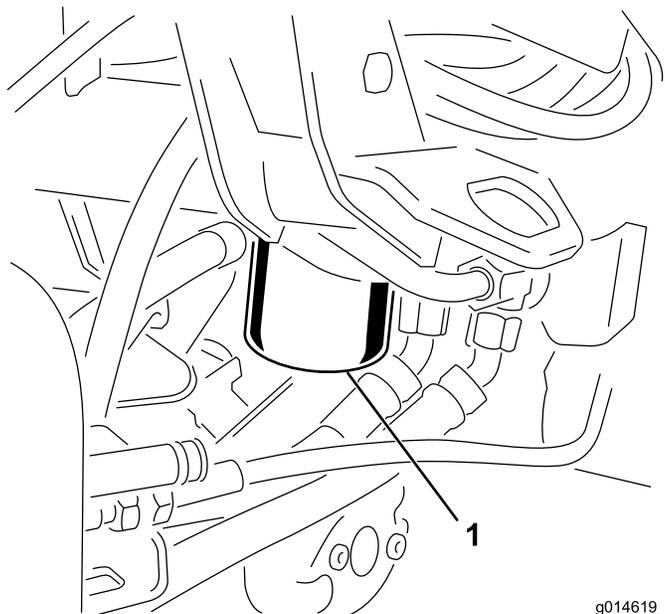

Рисунок 47
1. Очистите область вокруг места крепления фильтра (Рисунок 47). Поместите сливной поддон под фильтр, а затем снимите фильтр.